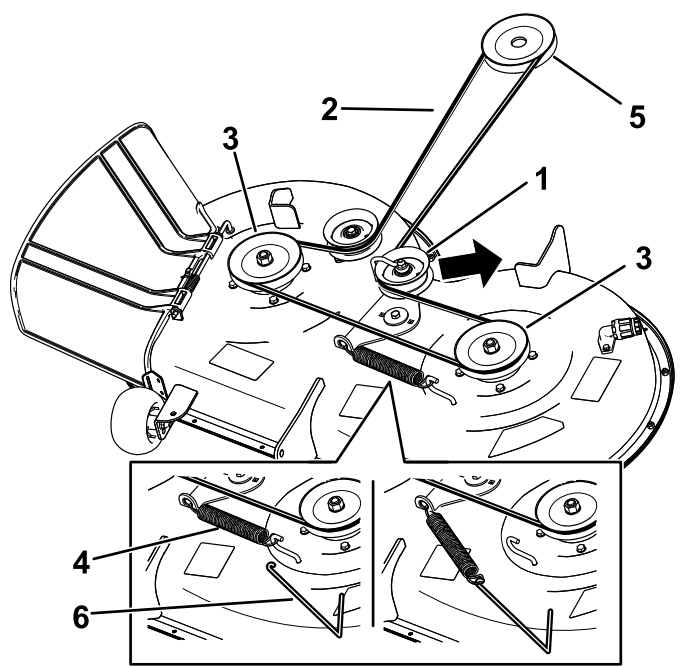

Figura 56
- Utilize um removedor de molas (Peça Toro n.º 92-5771) para remover a mola intermédia do gancho da plataforma para retirar tensão da polia intermédia e rode a correia para fora das polias (Figura 56).
- Coloque a nova correia em redor da polia do motor e nas polias do cortador (Figura 56).
- Utilizando um removedor de molas (peça Toro n.º 92-5771), instale a mola intermédia por cima do gancho da plataforma para colocar tensão na polia intermédia e na correia do cortador (Figura 56).